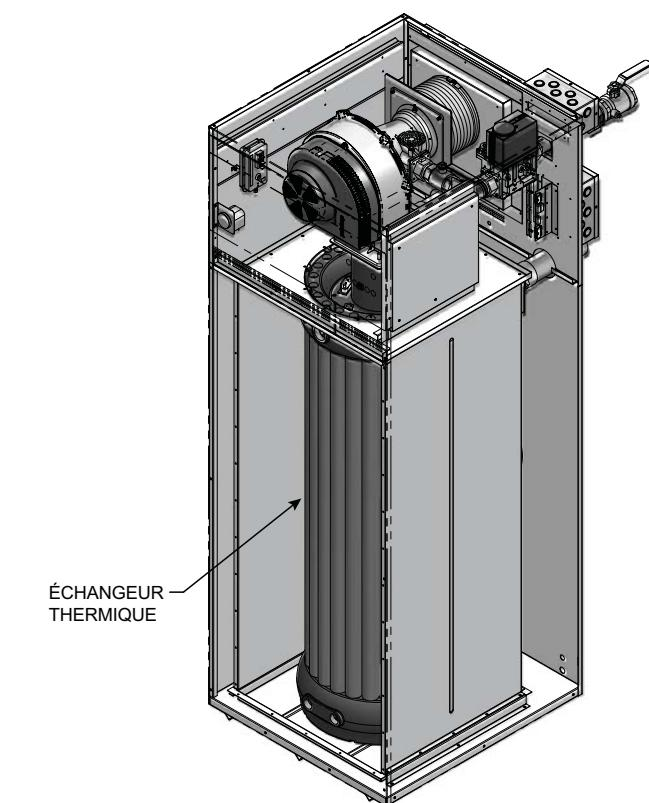

Figure 10-3_EmplACEMENT de l'enveloppe intérieure de l'échangeur thermique
4. Retirez le panneau intérieur de l'enceinte (voir FIG. 10-3).